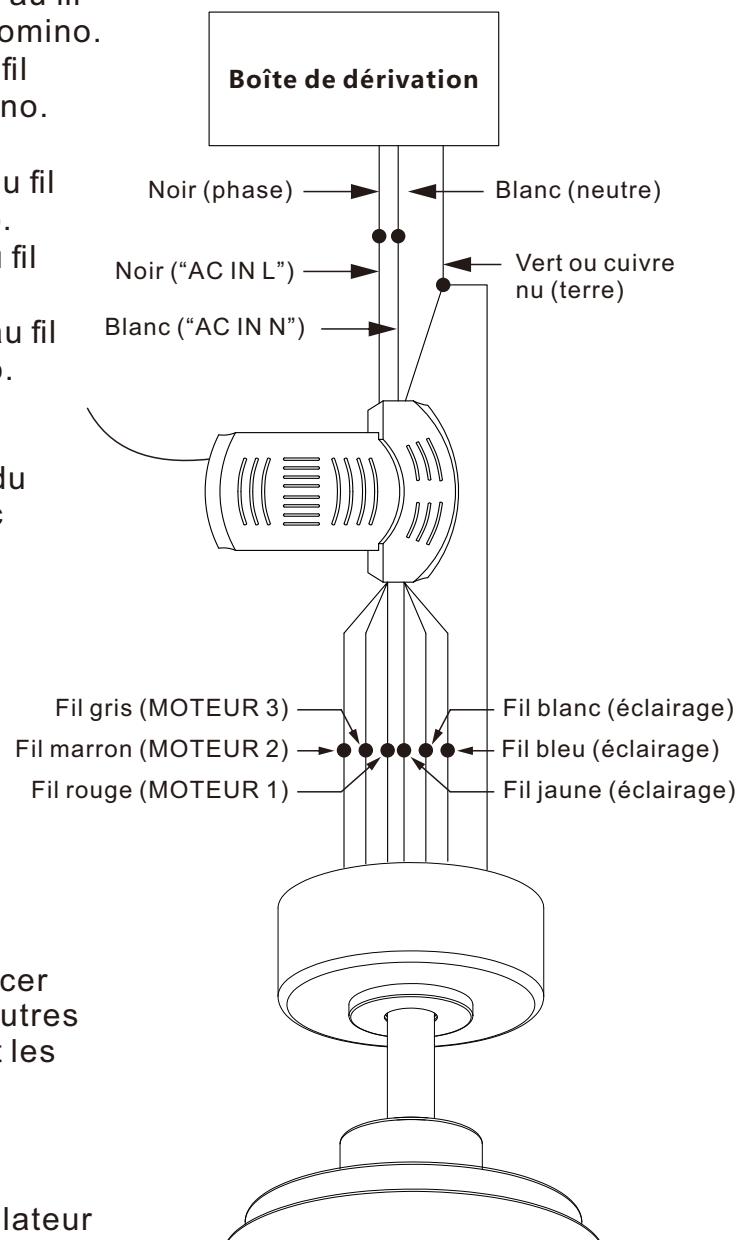

Figure 17
Raccordements électriques moteur-récepteur : (Fig. 17)
Étape 2 : (Fig. 17) Connecter le fil noir (**phase**) du plafond au fil "AC in L" du récepteur et le fil blanc (**neutre**) au fil "AC in N", puis serrer avec les dominos fournis.
Étape 3 : (Fig. 17) Si la boîte de jonction dispose d'un fil de terre (vert ou cuivre nu), le connecter aux fils de terre du ventilateur et du récepteur. Sinon, connecter le fil de terre du support aux fils de terre du ventilateur et du récepteur. Fixer les connexions avec un domino fourni. Après raccordement, séparer les fils : placer les fils vert et blanc d'un côté de la boîte, et les autres fils de l'autre côté. Enfin, insérer soigneusement les connexions dans la boîte.